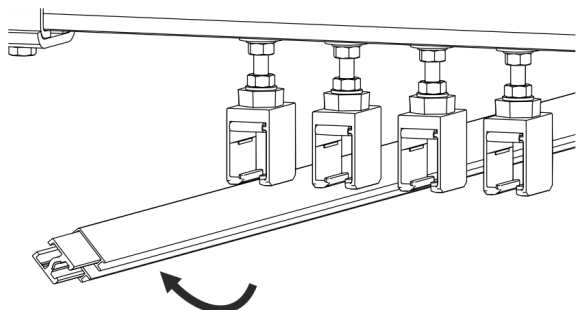
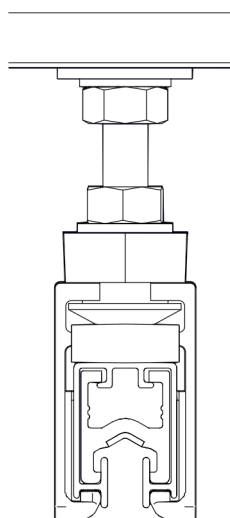

Abb. 73: Schiene in Schienenhalter einklipsen
Abb. 74: Schiene ist in Schienenhalter eingeklipst
- Die erste Schleifleitungsschiene unter ca. 45° in den Schienenhalter einführen und einklipsen (siehe Abb. 73). Darauf achten, dass die Schleifleitungsschiene richtig einrastet und der Schienenhalter das Isolierprofil oben und unten umfasst (siehe Abb. 74).